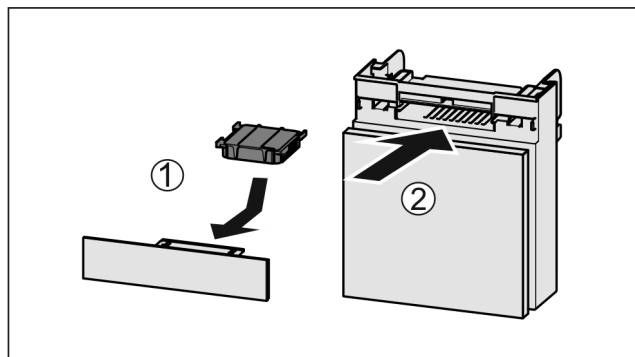

Fig. 156
- Vložte aktívny uhlíkový filter podľa obrázka Fig. 156 (1).
- Zasuňte zásuvku Fig. 156 (2).